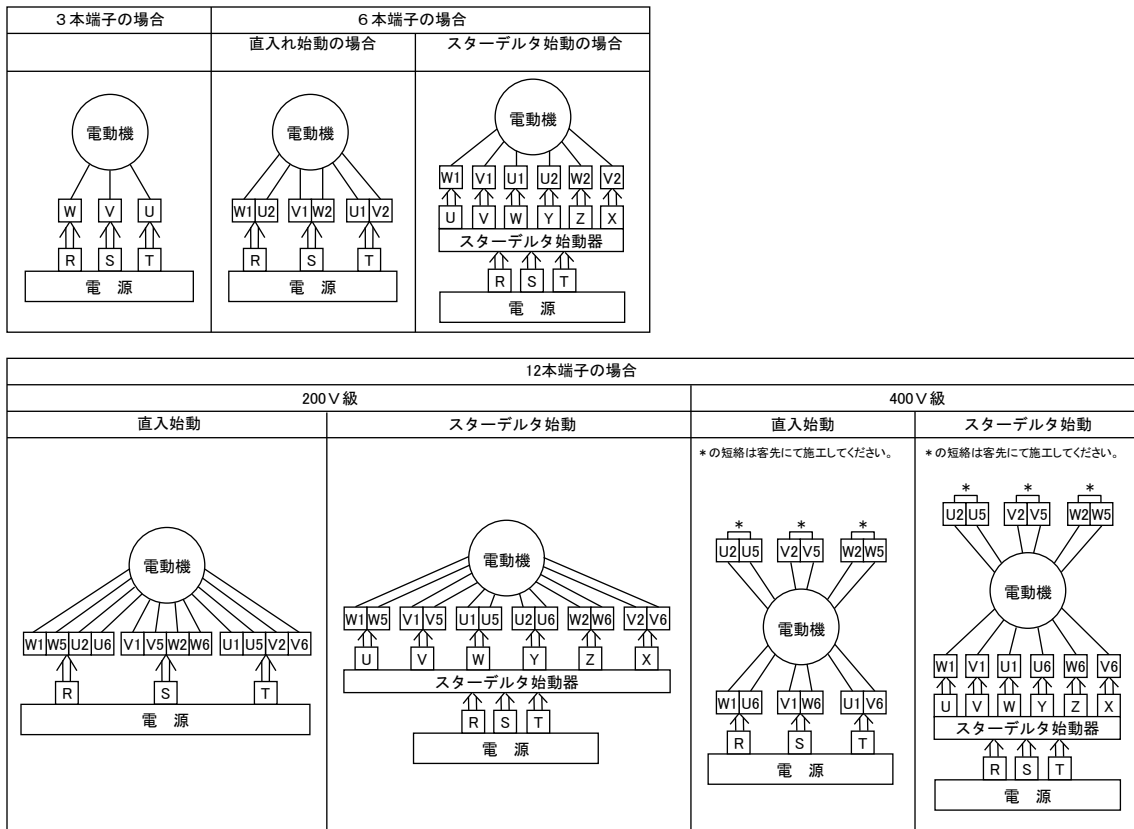

図14 結線図（負荷側〈Vプーリ側〉から見て右回転の場合）
- (1) 配線は図14を見て行ってください。図14の電動機の回転方向は、負荷側 (Vプーリ側) から見て、右回転です。逆回転の場合は図14の電源RとTを入替えてください。